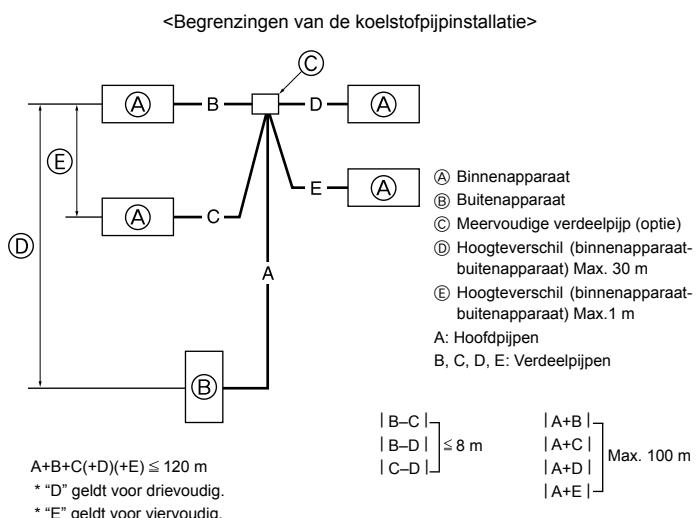

Fig. 4-9
4.8. Voor twee-/drie-/vievoudige combinaties (Fig. 4-9)